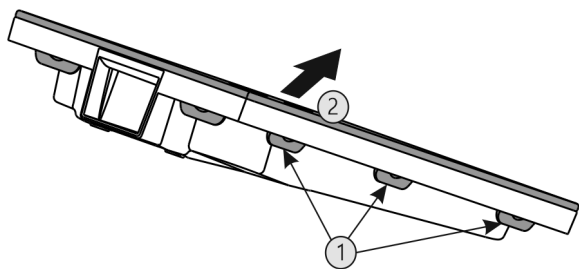

Fig. 44
- ▶ Premere una dopo l'altra tutte le linguette Fig. 44 (1) e rimuovere la copertura Fig. 44 (2).